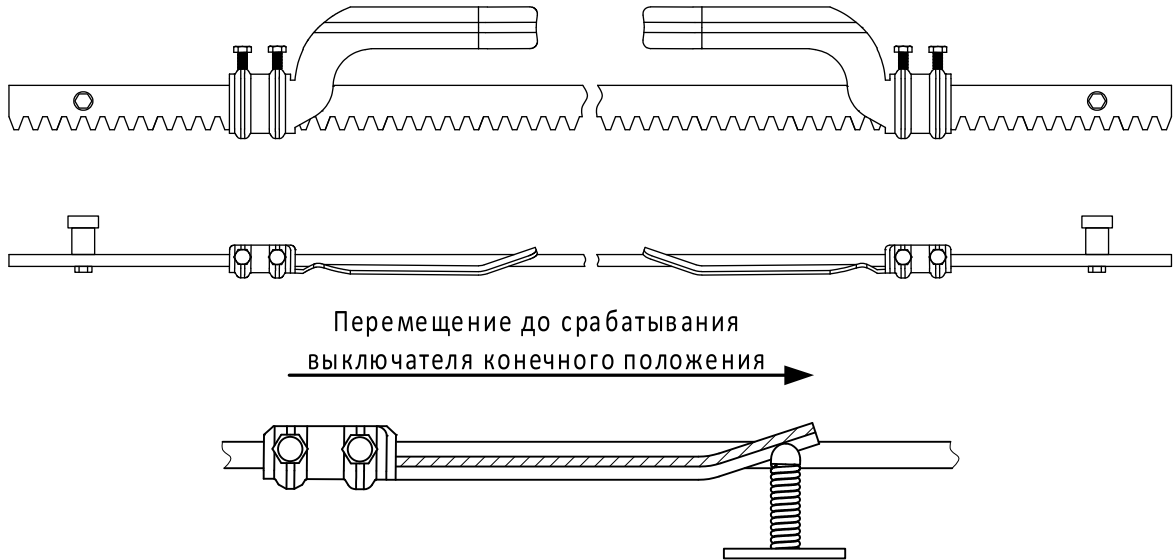

Рисунок 7. Кронштейны конечных положений механического выключателя (ARW-600KIT / ARW-1000KIT)
- для механических выключателей** изогнутая пластина кронштейна нажимала пружинный рычаг привода (Рисунок 7), воздействующий на толкатель электромеханического выключателя, вызывая его срабатывание;